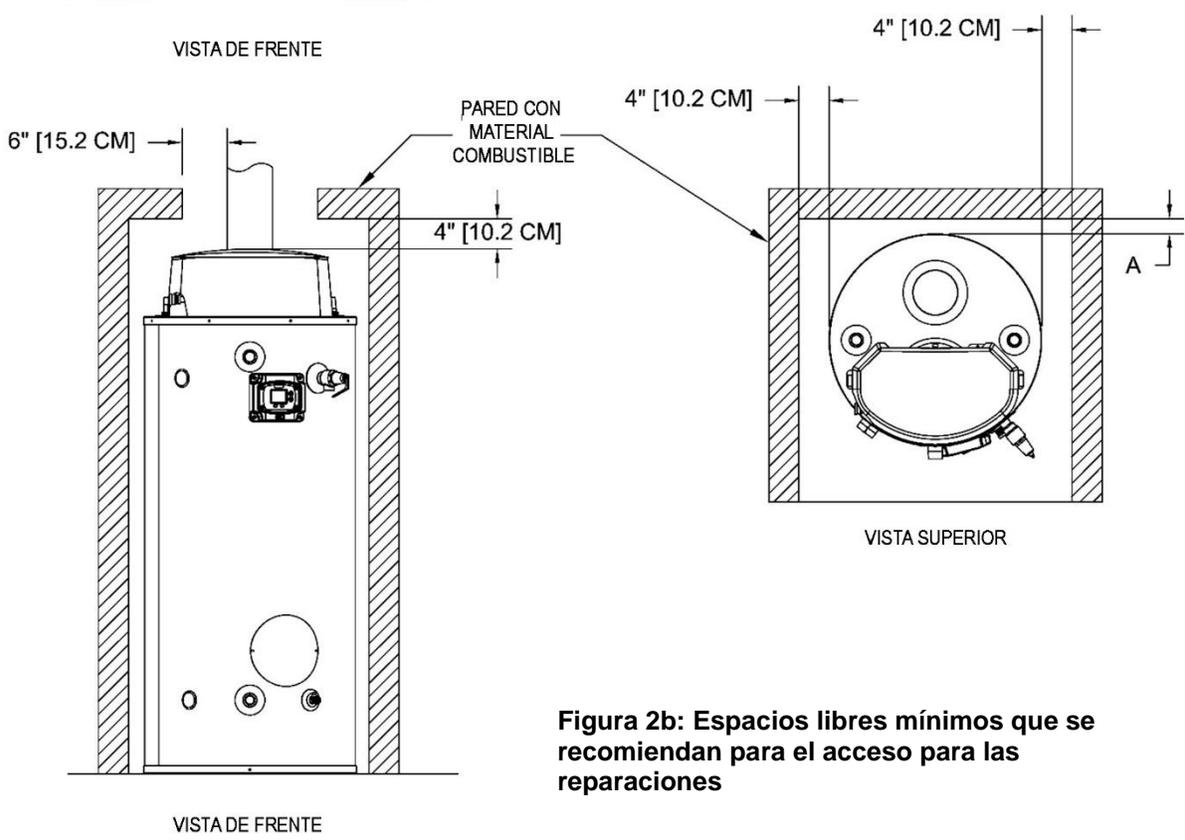

Figura 2b: Espacios libres mínimos que se recomiendan para el acceso para las reparaciones
6. Se recomienda dejar los espacios libres mínimos que se indican en la Figura 2b en los laterales y en la parte superior del calentador de agua para su mantenimiento y reparación. Aumente las distancias para tener espacio libre para el mantenimiento.